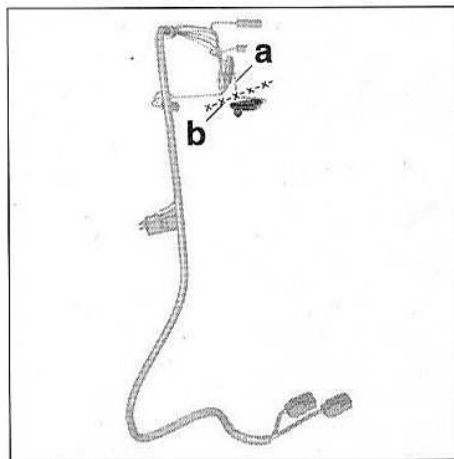

FIG.34
- Laisser une longueur de 40 mm en (a) afin de rétablir la liaison électrique (Fig.34).